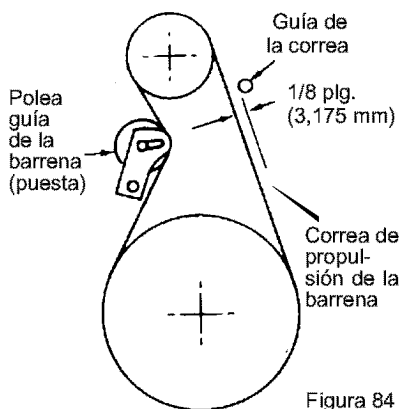

Figura 84
3. Mida la distancia entre la **guía de la correa** y la **correa de la barrena**. La distancia debe ser de 1/8 de pulgada (3,175 mm). (Figura 84).